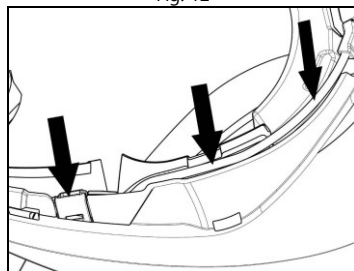

Fig. 14
- Plaats de kabel in de helm en positioneer de rechter clip in de zitting (Fig. 14).